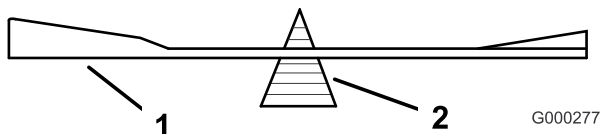
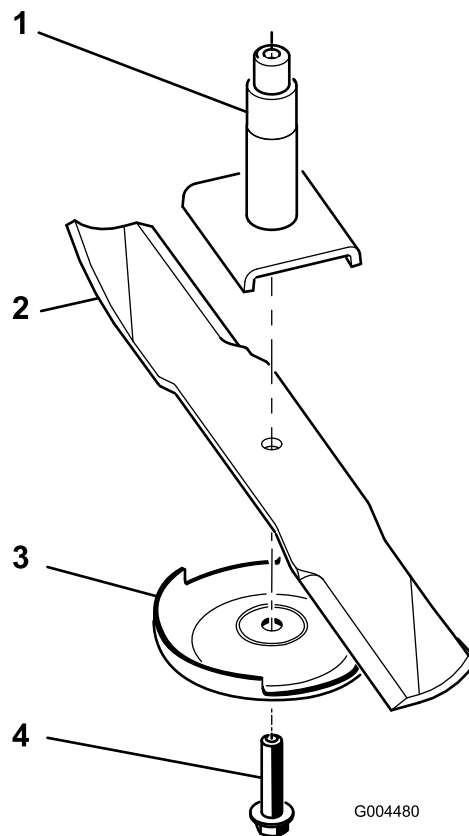

図 74
図 75
2. スピンドルのシャフトからブレード・ボルト、芝削り防止プレート、ブレードを取り外す(図 75)。
2. ブレード・ balanサー (図 74) を使ってバランスを調べる。ブレードが水平に停止すればバランスがとれているからそのまま使用してよい。もし傾くようなら、重い方の裏面を少し削って調整する (図 75)。バランスがとれるまで調整する。
1. スピンドル・シャフトにブレードを取り付ける (図 75)。
2. 芝削り防止プレートとブレード・ボルトを取り付ける (図 75)。